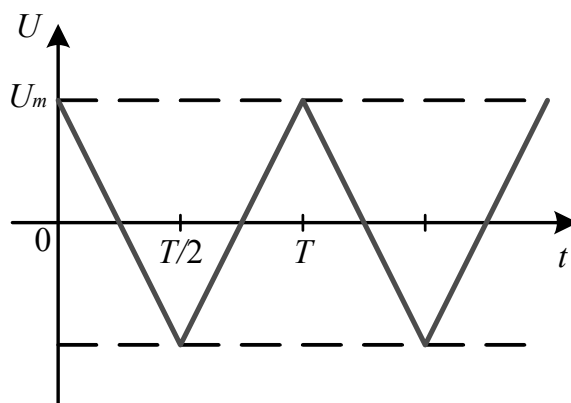

Рисунок 6.1 – Форма исследуемого сигнала
6.1.5 Выполнить разложение в ряд Фурье исследуемого напряжения (см. рисунок 6.1) аналитическим или графическим методом. Получить коэффициенты разложения в ряд Фурье для трех-четырех гармонических составляющих. При выполнении разложения учесть, что кривая обладает симметрией.